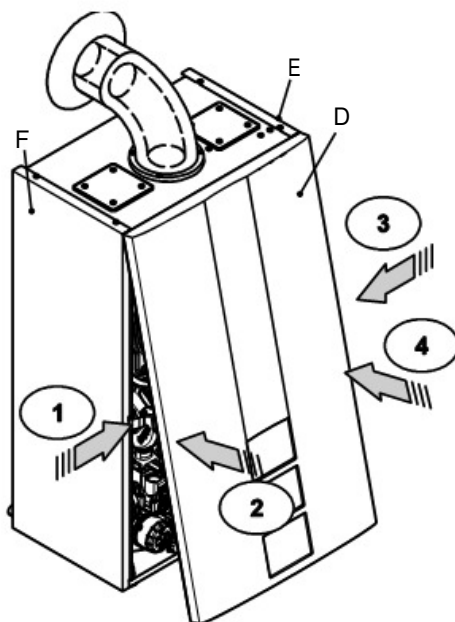

Figura 9.4
- Presione el muelle hacia adentro y al mismo tiempo empuje el panel frontal D hasta que se enganche completamente (Figura 9.4), secuencia 1-2.
- Repita los mismos pasos en el lado opuesto del panel frontal D (Figura 9.4), secuencia 3-4.